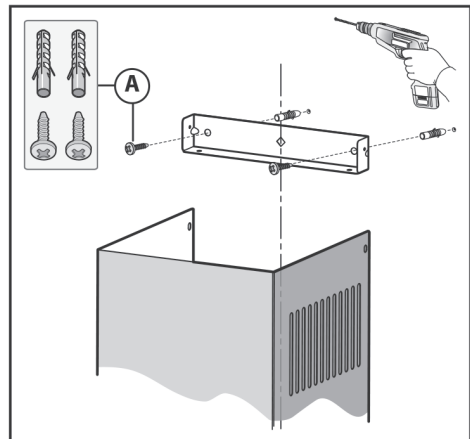

Рис. 3
3. Установите опорную скобу верхнего декоративного телескопического элемента и прикрепите её винтами **A** (рис. 3) к стене так, чтобы она находилась на одной оси с Вашей вытяжкой, соблюдая расстояние от потолка, указанное на рис. 2.